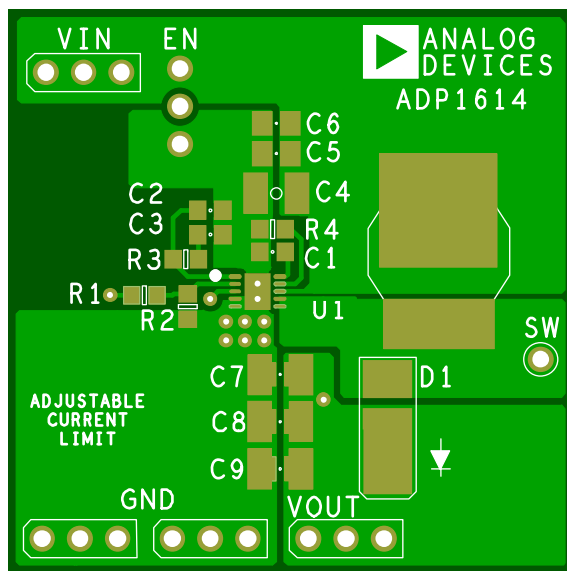

图28. ADP1614升压应用的建议顶层布局
- 使低ESR输入电容(C_{IN} ，图28中标示为C4)靠近VIN和GND，从而将电路板寄生电感注入器件的噪声降至最低。
- 使从VIN通过电感(L1)、整流器(D1)到输出电容(C_{OUT} ，图28中标示为C7)的高电流路径尽量短。
- 使软启动电容(C_{SS} ，图28中标示为C1)尽量靠近器件。将软启动电容的接地点连接到AGND层，以便与GND引脚形成开尔文连接。
- 使电流限值设置电阻(R_{CL} ，图28中标示为R4)尽量靠近器件。将CL电阻的接地点连接到AGND层，以便与GND引脚形成开尔文连接。